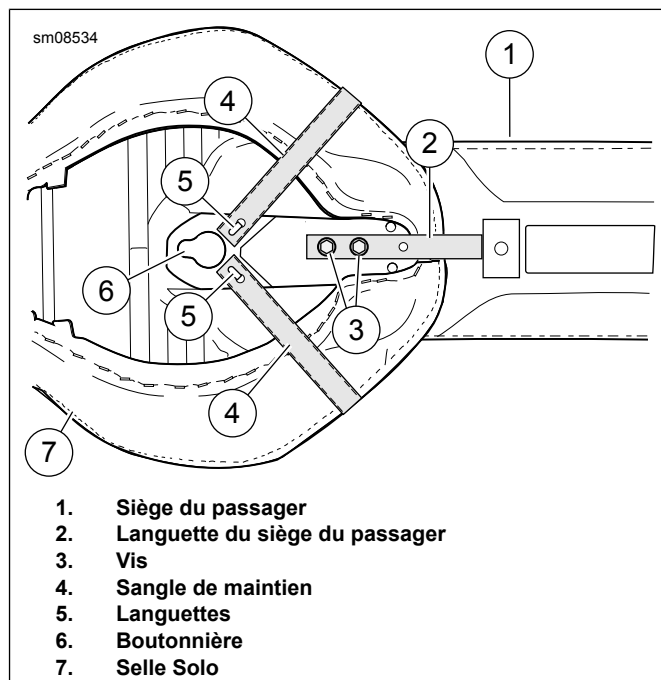

Figure 4. Pose de la sangle de maintien et du siège passager
6. Voir Figure 4. Fixer le siège du passager à la selle solo en glissant le support en métal sur le siège du passager par-dessus la selle solo. Pour 52400125 : Fixer la languette métallique du siège du passager à la selle solo avec des vis à collet d'origine (C). Pour 52400127 : Fixer la languette métallique du siège du passager à la selle solo avec des vis neuves du kit (3). Serrer au couple de 4,5–6,8 N·m (40–60 in-lbs).
7. Poser la sangle de maintien (4) sur le dessous de selle. Accrocher un côté de la sangle de maintien sur la languette (5) au-dessous de la selle. Faire une boucle au-dessus de la selle. Attacher l'autre côté à l'autre languette.